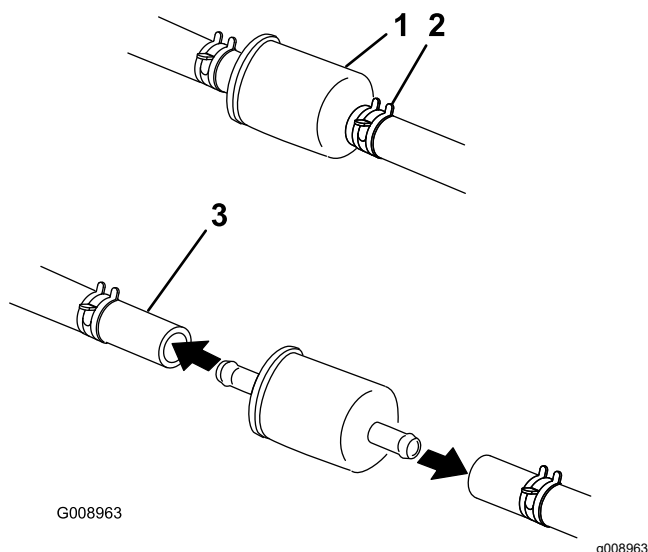

Figura 46
2. Afloje la abrazadera en el lado del carburador del filtro y retire el tubo de combustible del filtro (Figura 45 y Figura 46).